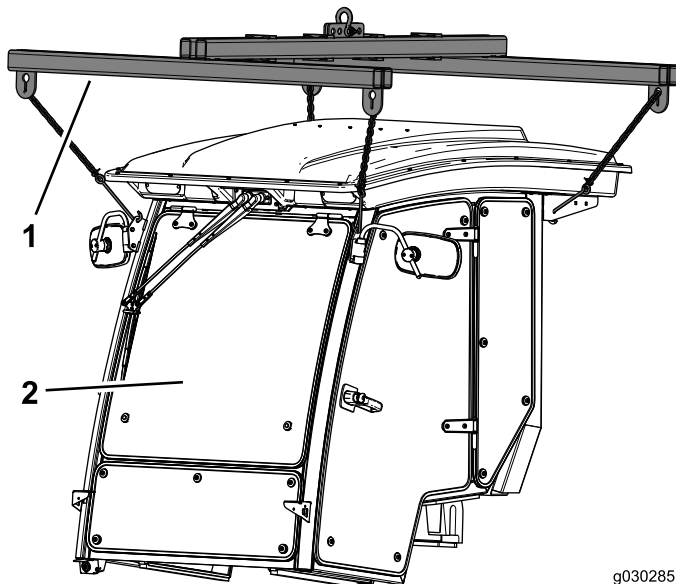

Figura 20
1. Utilice la grúa de cabina de Toro, o similar, para sujetar la cabina (Figura 20).